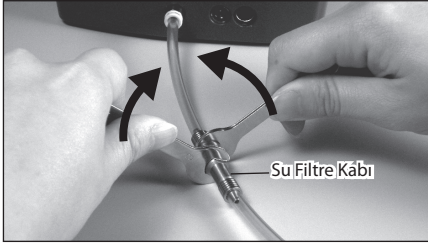

Fig.19
- 2) (5x8) Çapında iki anahtar filtreye takıp Fig.19 gösterildiği gibi açınız.